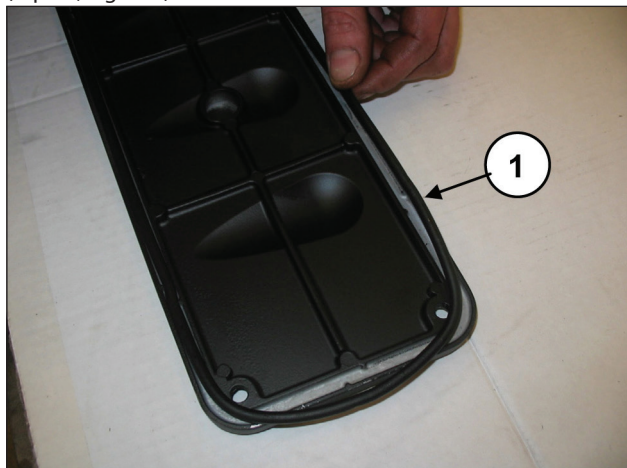
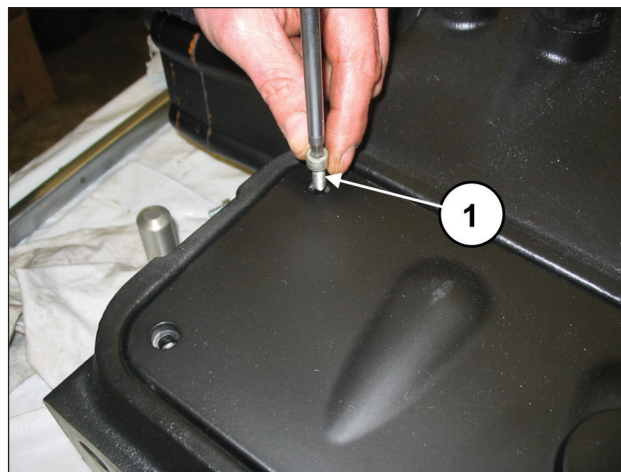

Fig. 154
Fig. 155
Monter le joint torique (rep. ①, Fig. 154) sur les couvercles d'inspection et monter ces derniers à l'aide de 4+4 vis M6x14 (rep. ①, Fig. 155).